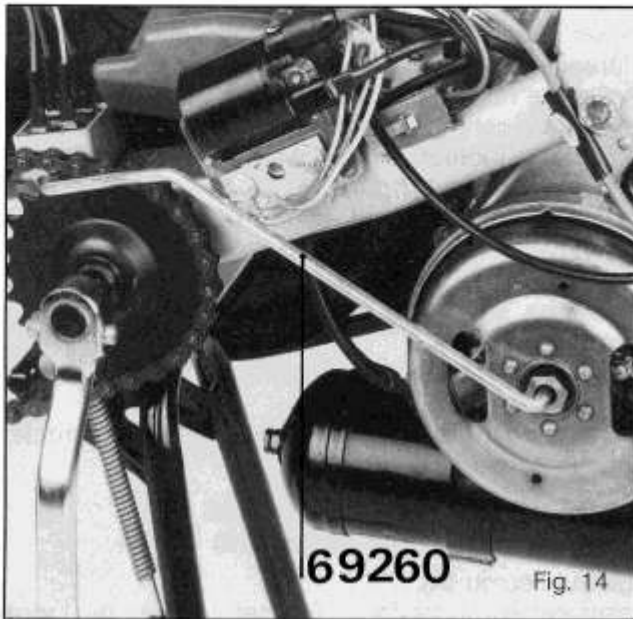

Fig. 14
- Présenter l'outil 69260 entre l'écrou de blocage du rotor et les dents du pignon pédalier (*figure 14*).